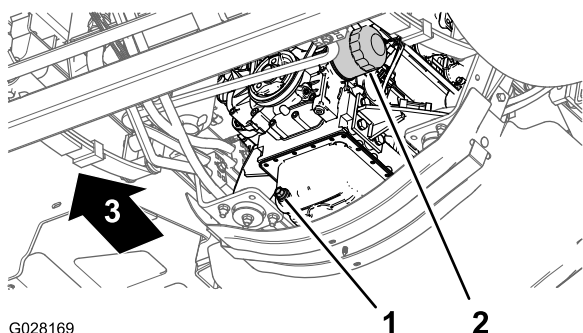

Figure 76
3. Placez un bac de vidange sous le filtre à huile moteur (Figure 76).
4. Retirez le filtre à huile usagé (Figure 76).
8. Posez le filtre à huile sur l'adaptateur et vissez le filtre dans le sens horaire jusqu'à ce que le joint en caoutchouc touche l'adaptateur, puis serrez encore le filtre d'un demi tour (Figure 76).
1. Placez un bac de vidange sous le bouchon de vidange (Figure 76).
2. Enlevez le bouchon de vidange (Figure 76) pour permettre à toute l'huile de s'écouler.